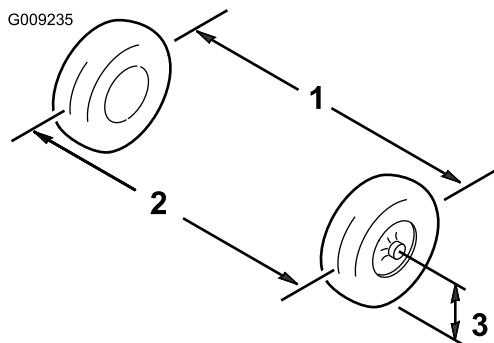

Figura 76
5. Misurate la distanza tra i pneumatici anteriori all'altezza dell'assale, davanti e dietro le ruote (Figura 76).